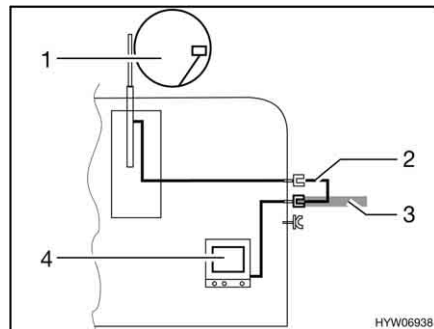

Bild 102 TV im Fahrzeug
- TV im Fahrzeug (Bild 102,4): Anschluss an Dachantenne (Bild 102,1) mit Verbindungskabel (Bild 102,2)
- TV im Fahrzeug (Bild 102,4): Anschluss an externe Antenne (Bild 102,3)